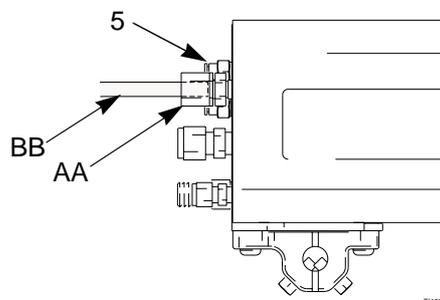

Fig. 7. Cable de fibra óptica
2. Saque la tuerca (AA) de la pieza de conexión de fibra óptica (5), y deslice la tuerca sobre el extremo del cable de fibra óptica (bb). Vea Fig. 7.
3. Introduzca el cable (BB) en la pieza de conexión (5), y empújelo hasta que llegue al fondo. Apriete la tuerca (AA) para fijar el cable.